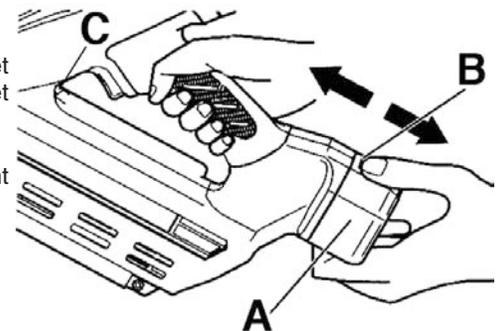

Figure 2
**Installation de la batterie:** Aligner la batterie (A) Fig.2 avec la rainure du manche de l'outil et glissez-la à l'intérieur. Insérez-la complètement jusqu'à ce que le loquet de la batterie (B) clic et verrouille la batterie.
**Enlèvement de la batterie:** Retirez la batterie (A) Fig.2 de la manche de l'outil tout en appuyant sur le loquet de la batterie (B).
Cette cloueuse comprend un voyant lumineux de la batterie (C) Fig.2.